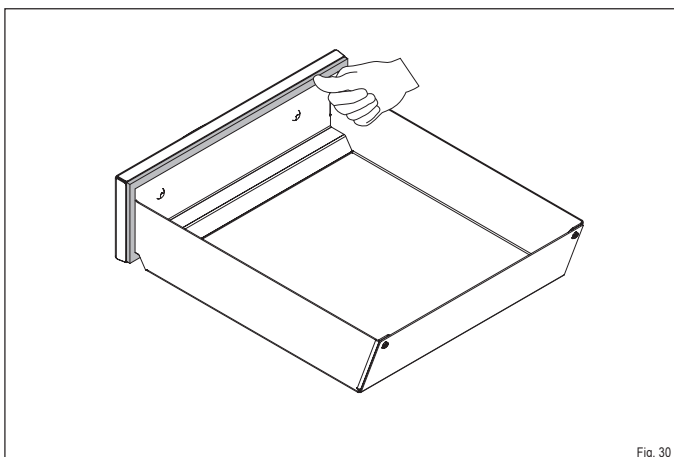

Fig. 30
- ▶ Appuyez uniformément sur le nouveau joint dans le guide du bac à cendres (Fig. 30).